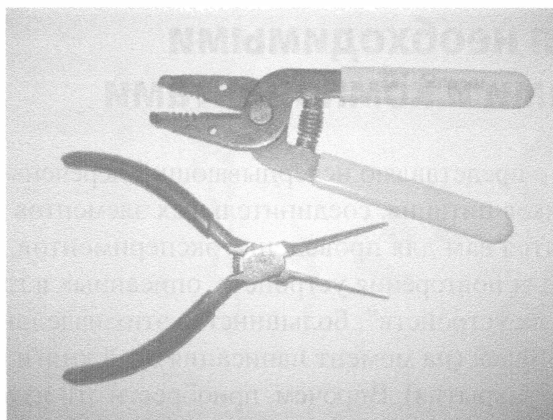

Рис. 2.4. Универсальный инструмент для снятия изоляции/кусачки и круглогубцы с тонкими губками
- » **Ручной инструмент.** К числу обязательных инструментов относятся круглогубцы (с достаточно тонкими губками) для сгибания выводов и проводов, а также универсальный инструмент для снятия изоляции/кусачки (рис. 2.4). Круглогубцы могут также пригодиться для вставки и снятия компонентов с беспаячной макетной платы. На покупку каждого из этих инструментов в местном магазине хозяйственных товаров или в интернет-магазине электроники вам придется потратить не менее 10 долларов.